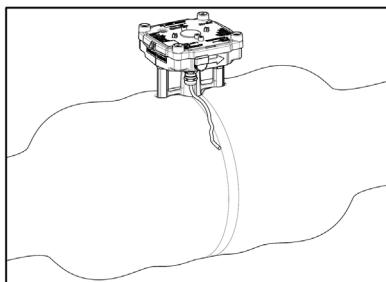

图1: 积分仪安装位置
- 积分仪铝制的安装条应安装在可以目视的地方，做好隔热处理（见Fig 1图）